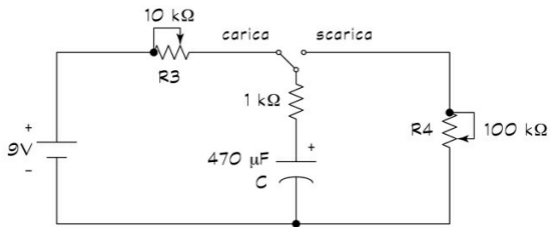

Figura 14.5 Regolate i potenziometri di questo circuito per variare i tempi
- 1. Configurare il circuito rappresentato nella Figura 14.5, lasciando l'interruttore aperto (un'estremità del ponticello disconnessa dalla scheda).**